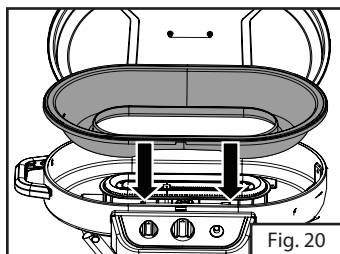
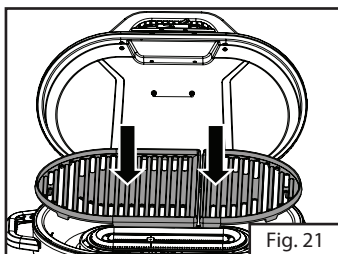

Fig. 20
Fig. 21
4. Remplacez le bac à eau (Fig.20), placez les grilles de cuisson (Fig. 21), puis fermez et verrouillez le couvercle du grill.